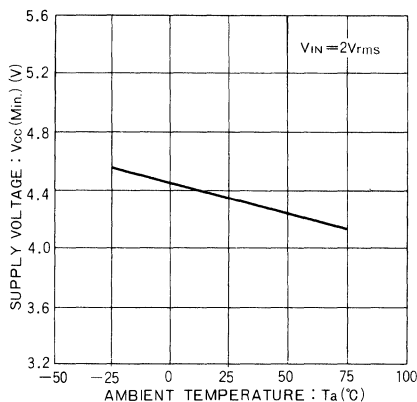

Fig. 6 16点目点灯限界電源電圧—周囲温度特性
- 2) 16点目の電源電圧による点灯限界は, 温度によりFig.6に示すような特性をもっていますので注意してください。